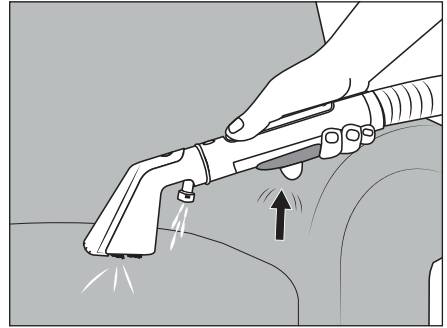

Bild 6
(1) Akta så att sugöppningarna 28/31 på textilmunstycket 22 resp. fogmunstycket 29 inte blockeras av lösa föremål, ludd, hår o dyl. när du använder produkten. Då kan textilmunstycket 22 eller fogmunstycket 29 skadas och kanske inte längre fungerar som det ska.
(2) Kontrollera skötselanvisningarna från möbel- eller mattillverkaren innan du rengör dem med produkten. Produkten ska inte användas på ömtåliga textilmaterial (t ex siden, läder, flokati etc.). (3) Kontrollera om materialet är färgäkta på ett ställe som inte syns innan du rengör ett föremål med rengöringsmedel (ättiks- eller möbelrengöring) i produkten. (4) Produkten måste vara monterad på rätt sätt och vattentanken ska vara fylld 2. (5) Stäng av produkten innan du byter textilmunstycket 22 mot fogmunstycket 29 och vice versa. (6) Om smutsvattentanken 7 är full stänger flottören 6 sugöppningen och produktens varvtal ökar. Stäng då genast av produkten (se kapitel **Rengöra smutsvattentanken**).
- ◆ Håll textilmunstycket 22 2-3 cm över den yta som ska rengöras och tryck på sprayknappen 20 för att spruta ut vatten och rengöringsmedel ur spraymunstycket 25 (se bild 6).